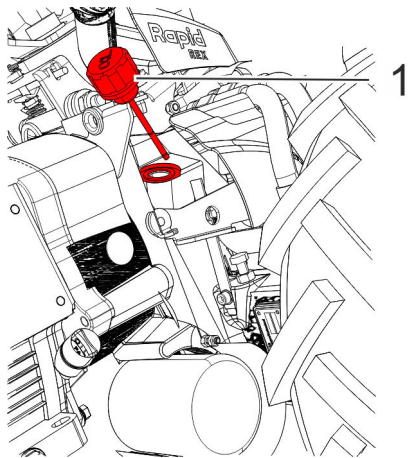

Abb. 40: Einfüllschraube
2. ➔ Einfüllschraube mit integriertem Ölmesstab herausdrehen (Abb. 40/1).